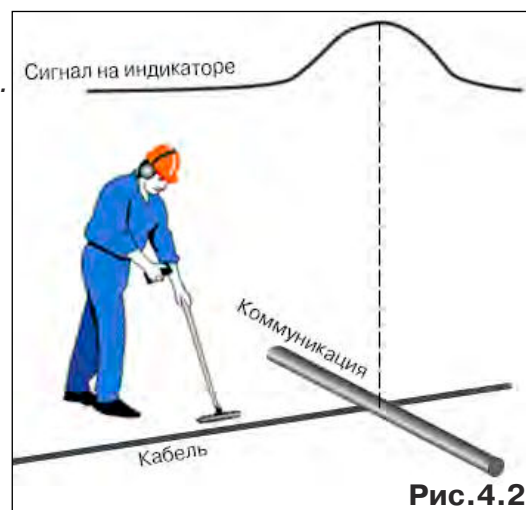

Рис.4.2
3. Р сположить корпус электром гнитного д тчик н д тр ссой к беля п р ллельно тр ссе (уровень сигн л н индик торе приемник будет близок к нулю) (рис.4.2). Провести тр ссопоиск в соответствии с методом м ксимум . При прохождении по тр ссе место пересечения к беля с коммуник циями определяют по м ксим льному сигн лу.